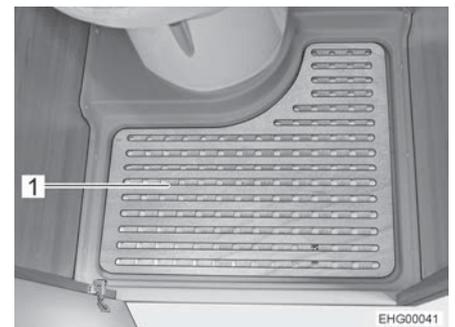

Fig. 79 Placa del fondo de quita y pon
- Quitar la placa del fondo de quita y pon (Fig. 79,1) para ducharse.